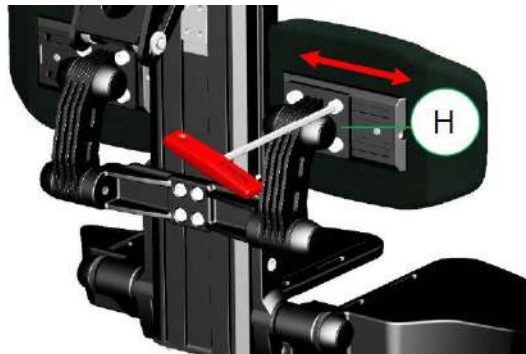

Figura 11-32
- Paso 3: Apriete los cuatro tornillos y repita la operación para la otra almohadilla. (Figura 11-32)